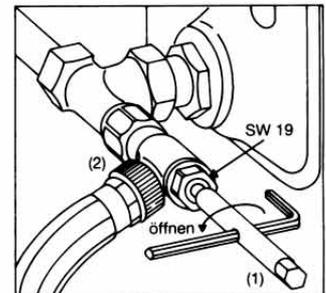

Bild 6
- 3.4 Entleerungs- und Füllwerkzeug (2) auf die „Combi 4/3“ Verschraubung aufschrauben und Schlauch befestigen (Bild 6).
- 3.5 Entlüftungsschraube am Heizkörper öffnen. Sechskantschlüssel SW 10 (1) auf Entleerungs- und Füllwerkzeug (2) aufsetzen und durch Linksdrehen den Heizkörper entleeren (Bild 6).
- 4.1 Ist der Heizkörper vorher über das Entleerungs- und Füllwerkzeug (2) entleert worden, brauchen keine Veränderungen an dem Werkzeug oder der Armatur vorgenommen werden. Der Heizkörper kann nun über den angeschlossenen Schlauch befüllt werden (Heizkörper muss nun entlüftet werden).